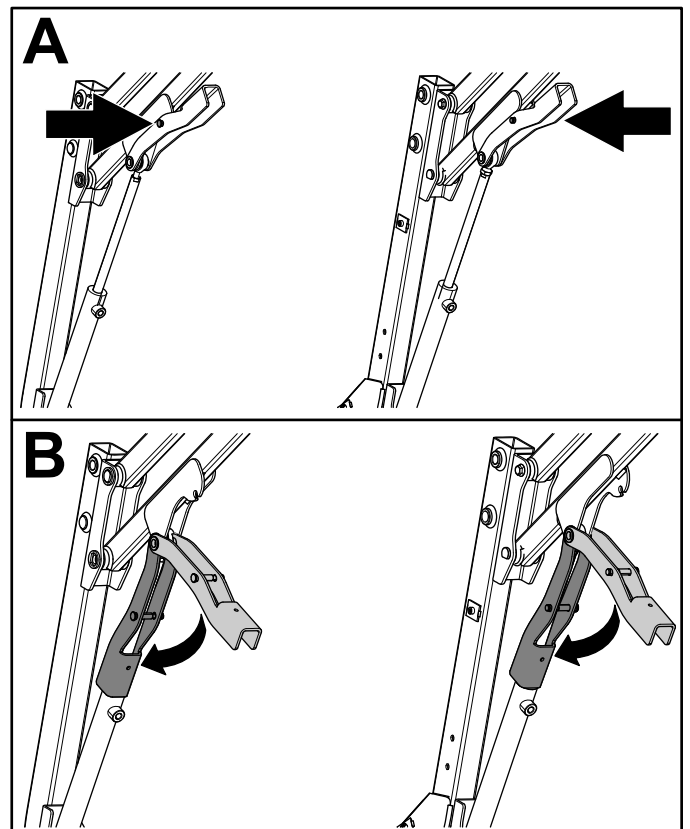

Figura 41
- A. Spingete il perno sul blocco di sicurezza magnetico verso l'interno (Figura 41).
- B. Mantenendo il perno in dentro, abbassate il blocco di sicurezza magnetico sul cilindro idraulico (Figura 41).